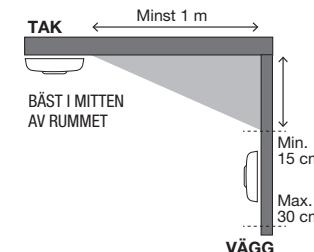

FIGUR 1. Enplans bostad
**Enplans bostad:** För att få ett minimiskydd, placera larmet i entréhallen mellan boendeytorna (inklusive köket) och sovutrymmen. Placera den så nära boendeytorna som möjligt och se till att larmet kan höras vid vistelse i sovrummen. Se figur 1 för exempel.